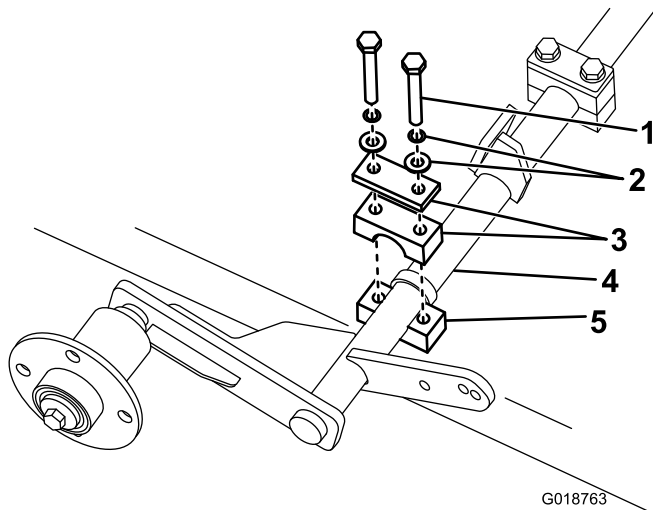

Bild 2
- Befestigen Sie die obere Hälfte der Klemmen und befestigen Sie sie mit den vorher entfernten Schrauben. Ziehen Sie die Schrauben erst ganz an, wenn der Gashubkolben befestigt ist (Bild 2).